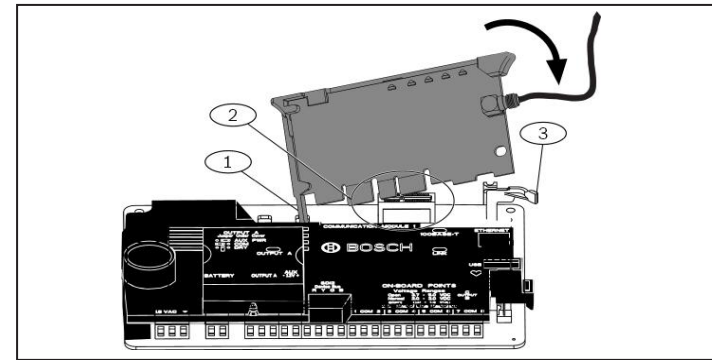

图 2.3: 安装模块
1. 在模块面向控制主机的情况下 (如图 2.3 所示), 将支撑腿插入标记为 X 的支撑孔。